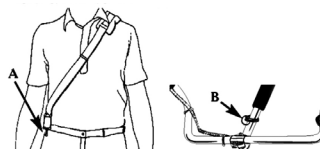

Рис.2
1. Пропустите конец ремня, на котором отсутствует пряжка через центральную прорезь пряжки А (рис.2)
3. Зацепите фиксатор ремня за кольцо В (рис.2) держателя бензокосы, расположенного на штанге.